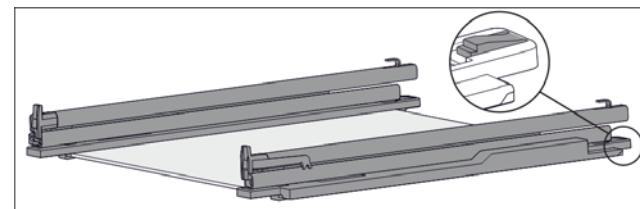

Fig. 95 Стеклянная пластина с направляющими и крепежными элементами
- Крепежный элемент сзади прижмите вниз (см. Fig. 95) и одновременно отодвигните направляющую назад.